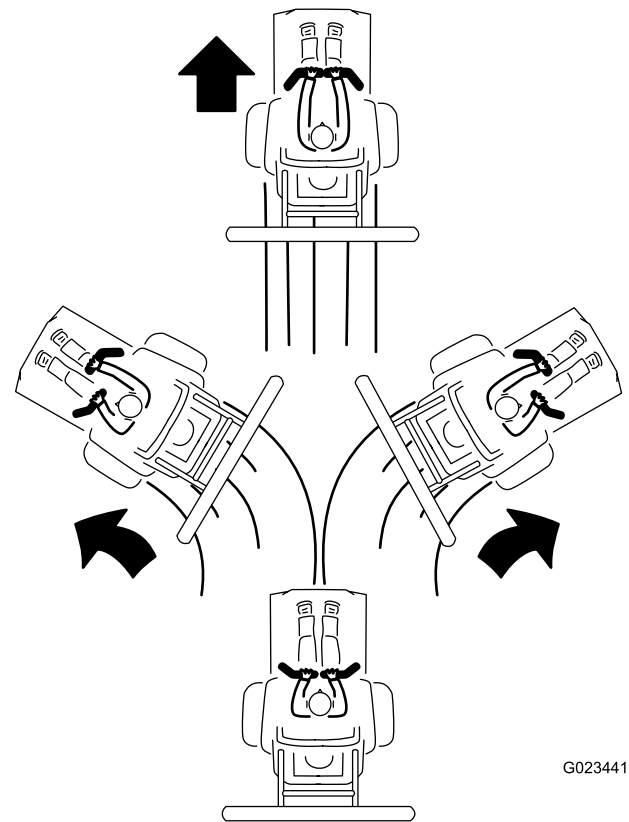

Figura 20
3. Para ir hacia adelante, empuje lentamente las palancas de control hacia adelante (Figura 20).